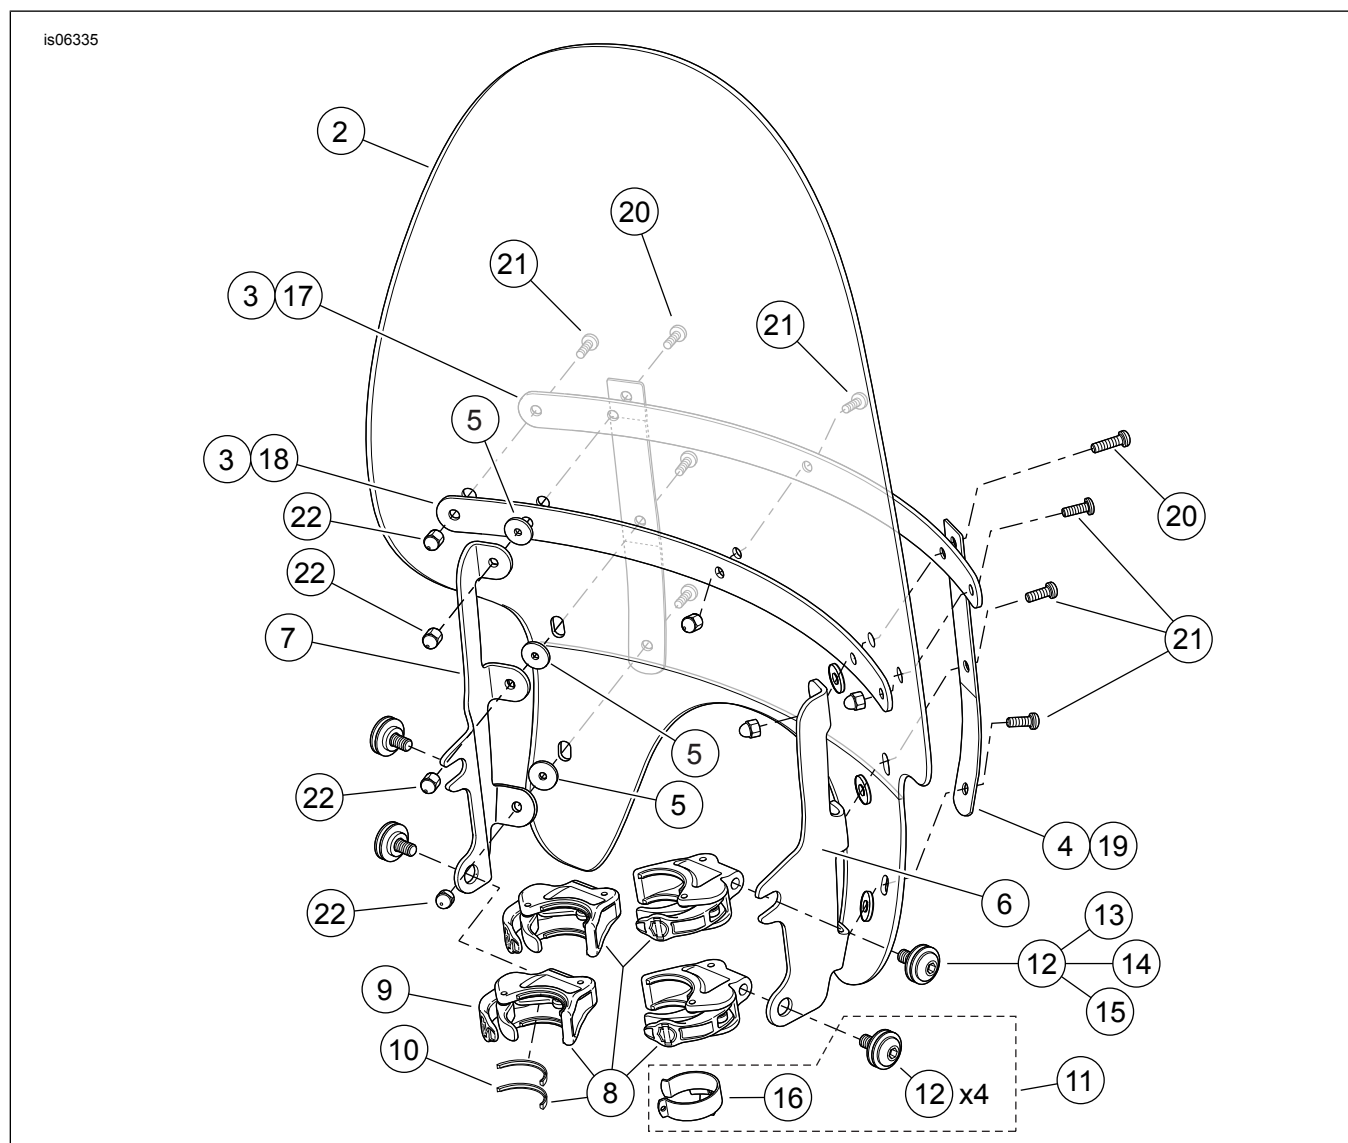

Figura 2. Piezas de servicio, Parabrisas de liberación rápida XL1200X
Consulte la Figura 2 y la Tabla 2.
2. Ver Figura 2. Extraiga del paquete los conjuntos de abrazaderas (8) y el kit de elementos de sujeción (11), y separe las piezas similares para preparar el armado.
3. **Todos los kits.** Centre el parabrisas alrededor del faro delantero y asiente las abrazaderas sobre los tubos de la horquilla. Ver Figura 2 . Encaje la presilla de cables del acelerador (16) alrededor del tubo de la horquilla del lado derecho y pase los cables del acelerador a través de la abertura guía.